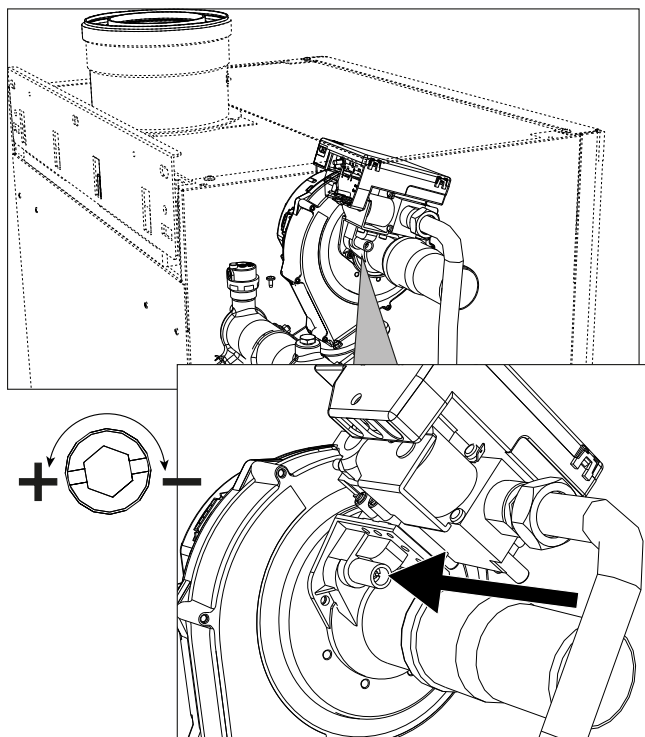
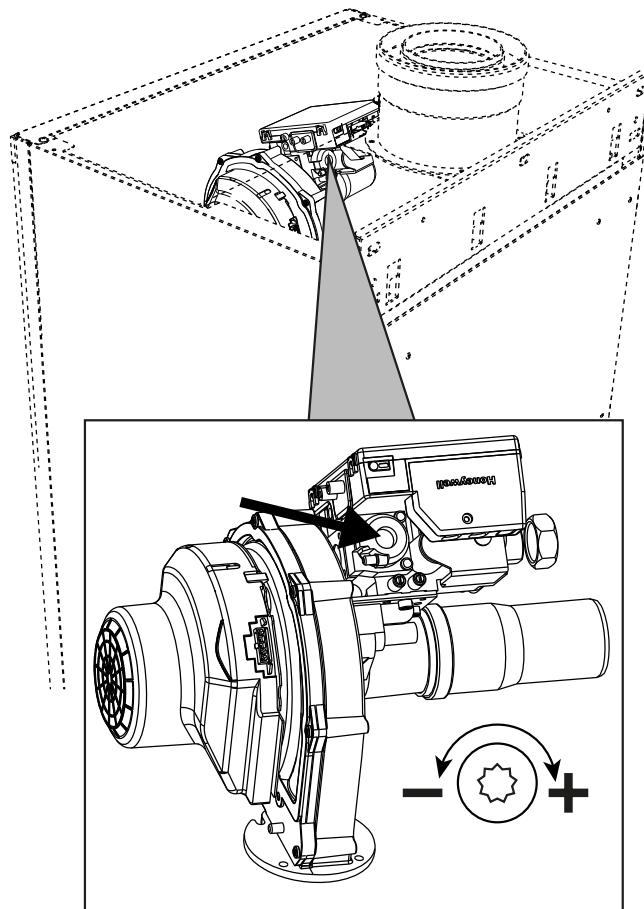
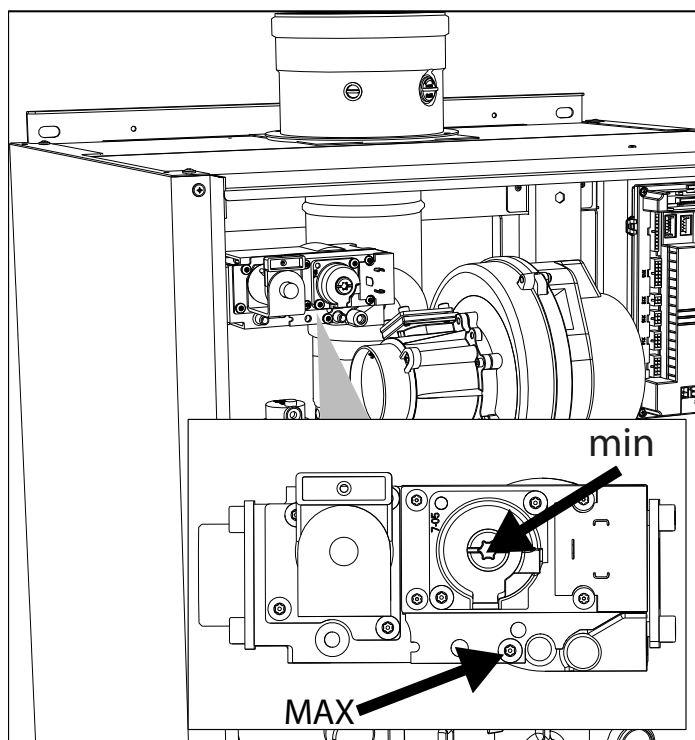

fig. 76- Reglarea maximă la modelele W 60 i W 80
fig. 77- Reglarea minimă la modelele W 60 i W 80
fig. 78- Reglarea maximă i minimă la modelele W 99, W 120 i W 150
- În cazul în care valorile sunt diverse de cele indicate, reglați CO₂ cu ajutorul șurubului de reglare a maximului, aducându-l la valorile de CO₂ indicate. Vezi **fig. 76** pentru modelele **W 60** și **W 80** sau **fig. 78** pentru modelele **W 99**, **W 120** și **W 150**.
- În cazul în care valorile CO₂ sunt diverse de cele indicate, reglați delicat cu ajutorul șurubului de „OFFSET” minim, verificând ca valoarea CO₂ să fie corectă. Vezi **fig. 77** pentru modelele **W 60** și **W 80** sau **fig. 78** pentru modelele **W 99**, **W 120** și **W 150**.